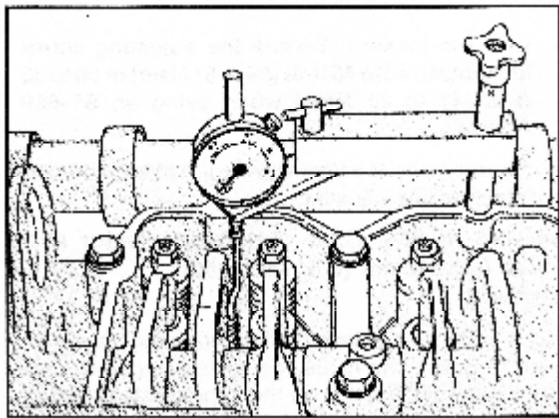

Рис. 2-43. Щуп в контакте с плунжером.
2. Установите ST-1170 на верх плунжера инжектора цилиндра №3. Рис. 2-43. Убедитесь, что щуп не касается рычага коромысла.